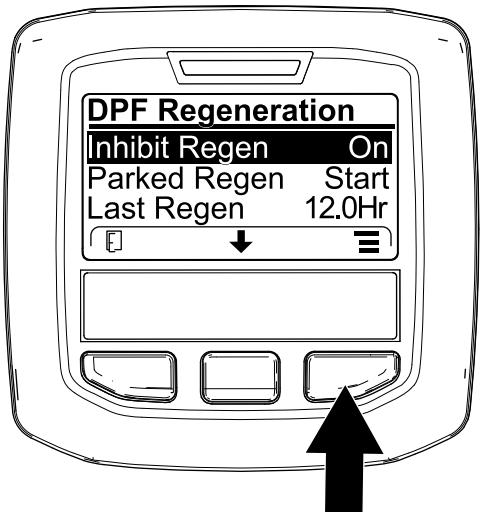
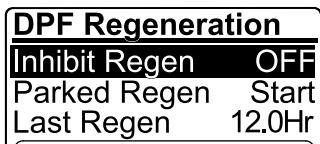

Figure 40
Figure 41
1. Ouvrez le menu Régénération du FAP, appuyez sur le bouton central pour naviguer jusqu'à l'option INHIBIT REGEN et appuyez sur le bouton droit pour la sélectionner (Figure 40).
2. Appuyez sur le bouton droit pour faire passer le paramètre Inhibit Regen de On à Off (Figure 40) ou inversement (Figure 41).